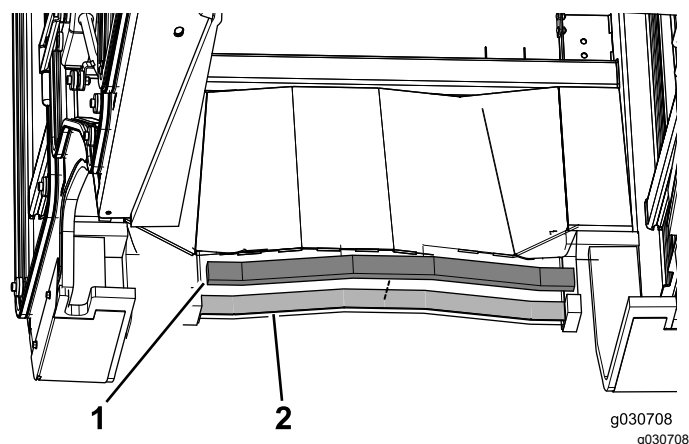

Figura 17
3. Aplique o vedante de esponja traseiro na parte traseira da unidade da cabina (Figura 17).